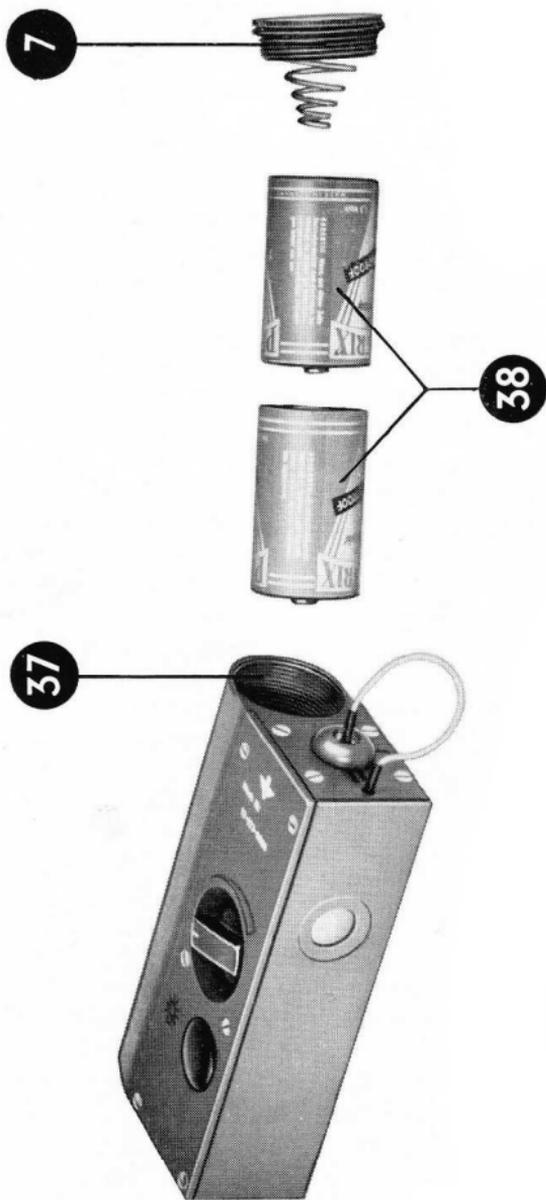

Abb. 7 Batteriewechsel
### 1. Batteriewechsel (s. Abb. 7)
(23) am Batteriekammerverschluß (7) Abb. 7
sollen von Zeit zu Zeit auf Unversehrtheit geprüft und mit Siliconfett eingefettet werden. Ebenso soll das Gewinde des Batteriekammerverschlusses (7) Abb. 7 mit Siliconfett versehen sein.